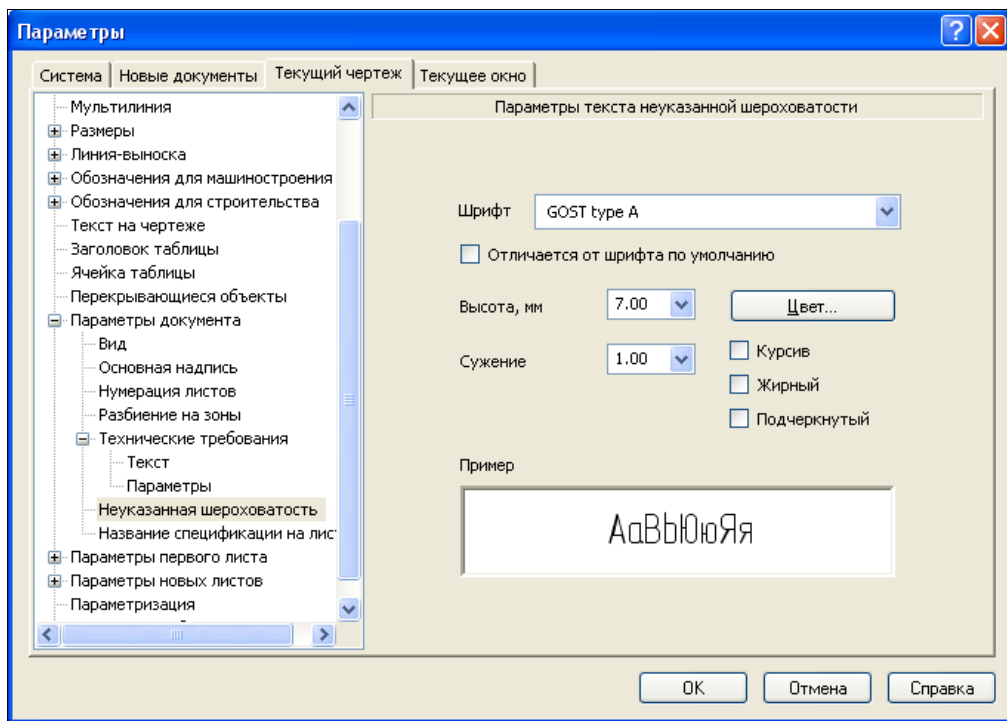

Рис. 13.5. Диалоговое окно **Параметры** с открытой панелью **Параметры текста неуказанной шероховатости**
- ◆ щелкните ЛК мыши по пункту **Неуказанная шероховатость**. В правой части на панели **Параметры текста неуказанной шероховатости** (рис. 13.5):